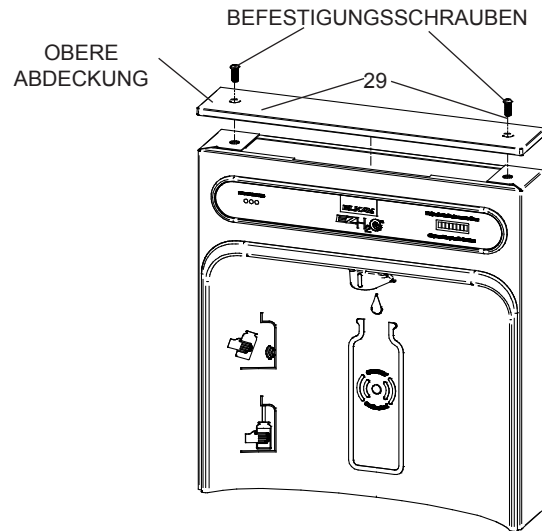

Abb. 5
- 1) Entfernen Sie mit einem Innensechskantschlüssel von 4 mm (5/32 Zoll) die zwei (2) Befestigungsschrauben, mit denen die obere Abdeckung am Flaschenabfüller befestigt ist (siehe Abb. 5). Entfernen Sie die obere Abdeckung. Hinweis: Entsorgen Sie die Befestigungsschrauben nicht; sie werden zur Wiederanbringung der oberen Abdeckung benötigt.
- 11) Wenn der Flaschenabfüller an den Aufhängvorrichtungen der Wandplatte befestigt ist und die Wasserleitung, das/die Kabel und das Netzkabel ordnungsgemäß angebracht sind, drücken Sie das obere Ende des Flaschenabfüllers in Richtung der Wand und richten Sie die zwei (2) Löcher der oberen Abdeckung aus.
- 12) Befestigen Sie die obere Abdeckung mit zwei Befestigungsschrauben aus Schritt 1 oben wieder am Flaschenabfüller (siehe Abb. 5). Vorsicht: Ziehen Sie die Schrauben nicht zu fest an.